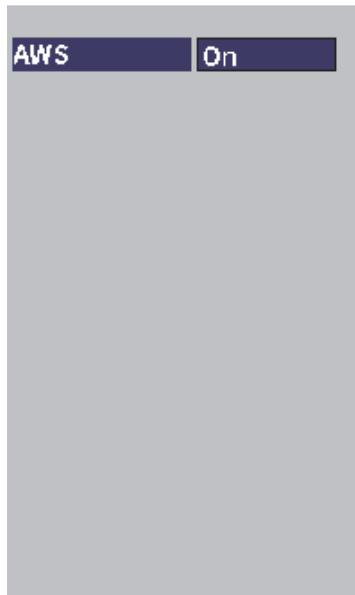

図 11-24 AWS ダイアログボックス
2. **AWS アイコン** () を選択して AWS ダイアログボックスを開きます (205 ページの図 11-24 参照)。ダイアログボックスの使い方については 40 ページの「ダイアログボックスとセットアップページのナビゲーション」を参照してください。